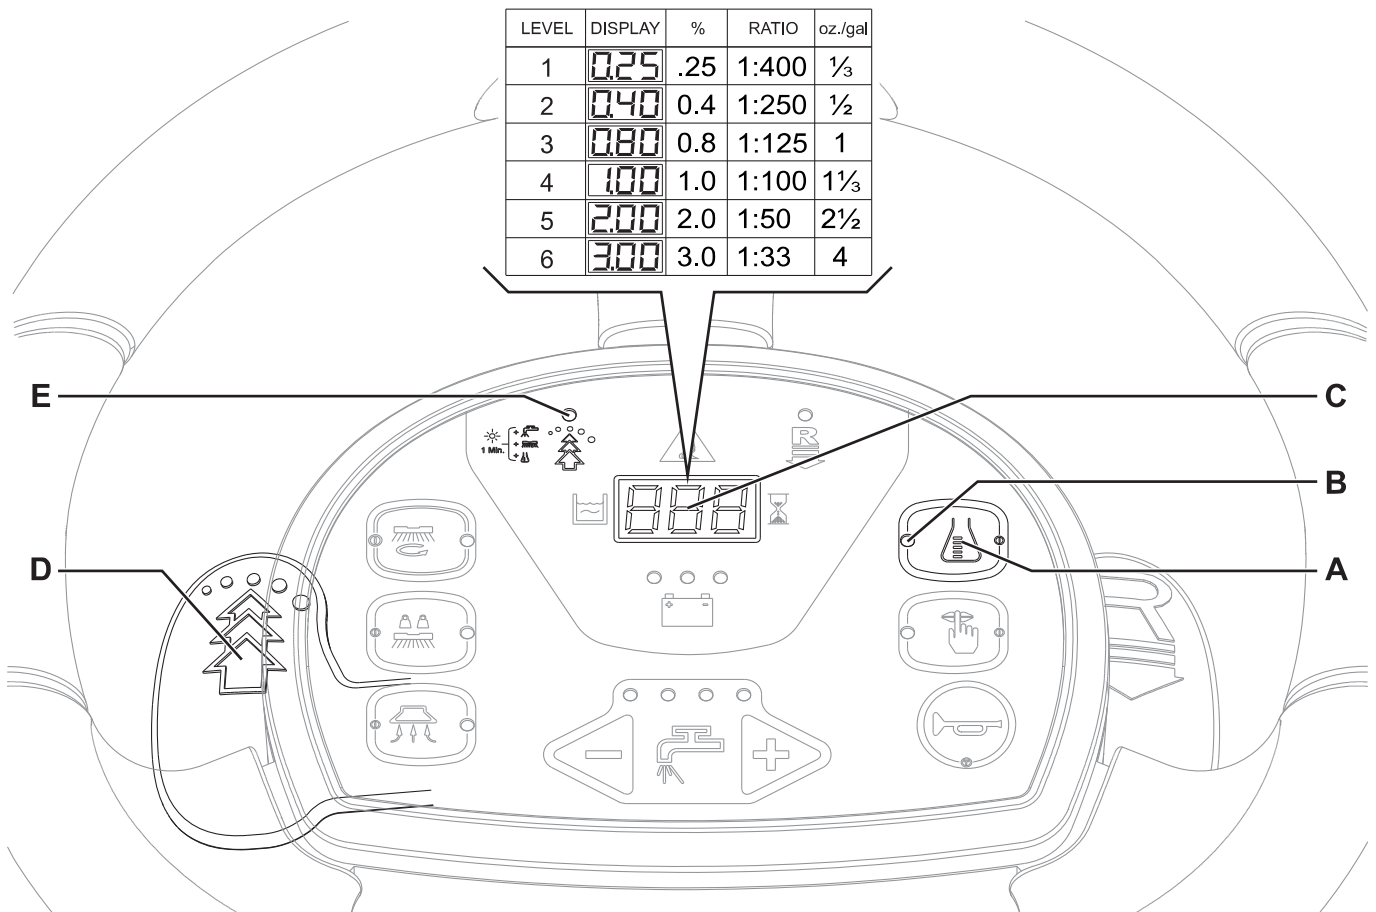

Abbildung 4
Zum Einschalten der Anlage für die Zumischung von Reinigungsmittel zum Waschwasser Einstellschalter Reinigungsmittelanteil (A, Abb. 4) betätigen: Leuchtet die LED (B), wird dem Waschwasser Reinigungsmittel zugefügt.
1. Einstellschalter des Reinigungsmittelanteils (A) deaktivieren [die LED (B) muss aus sein].
2. Einstellschalter Reinigungsmittelanteil (A) gedrückt halten, bis die LED (B) zu blinken beginnt.
3. Schalter (A) loslassen. Schalter erneut kurz betätigen, um zur nächsten auf der Anzeige (C) angegebenen Konzentration gemäß Tabelle auf Abbildung 4 zu gelangen. Schalter sofort betätigen, bis die gewünschte Einstellung erreicht ist.
4. Warten, bis die LED (B) aufhört zu blinken: Die neue Konzentration ist eingestellt.
Hebel EcoFlex™ (D, Abb. 4) immer dann nach oben ziehen, wenn kurzfristig eine größere Reinigungskraft benötigt wird. Durch Anheben des Hebels (D) [LED (E) blinkt] wird mehr Reinigungslösung abgegeben, die Funktion Extra-Anpressdruck Bürsten/Padhalter wird aktiviert und (bei Geräten mit EcoFlex™-Anlage) die Reinigungsmittelkonzentration in der Lösung wird erhöht (ferner wird die Reinigungsmittelzumischung, sofern deaktiviert, automatisch aktiviert). Wird der Hebel (D) erneut nach oben gezogen, werden die vorherigen Einstellung wieder aktiviert [LED (E) leuchtet].